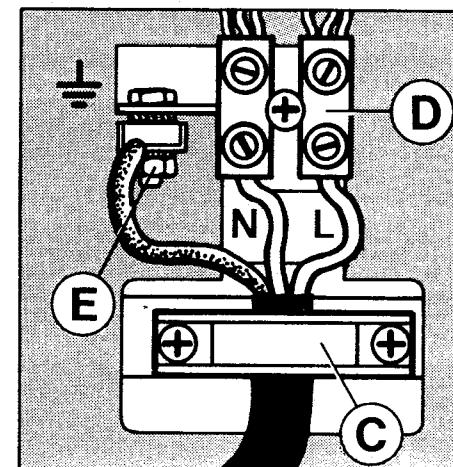

Fig. 6
3. Remove the two screw of cable clamp «C» (fig. 6).
4. Slacken the two screws of terminal strip «D» and the nut of earth pin «E» (fig. 6).
7. Lock the cable with cable clamp «C» (fig. 6) checking that the clamp correctly grips the sheath.
3. Oter les deux vis de l'élément qui bloque le câble «C» (fig. 6).
4. Desserrez les deux vis de la plaque à bornes «D» et l'écrou de la tige de terre «E» (fig. 6).
7. Bloquer le câble à l'aide de la borne «C» (fig. 6) en faisant attention à ce qu'elle serre bien la gaine.
3. Die beiden Schrauben der Kabelbefestigung «C» (Abb. 6) herausdrehen.
4. Die beiden Schrauben des Klammbretts «D» lockern, wie auch die Mutter vom Schraubbolzen der Erdleitung «E» (Abb. 6).
7. Kabel mit Kabelbefestigungsklemme «C» (Abb. 6) arretieren und darauf achten, daß die Klemme den Kabelmantel gut einklemmt.
3. Sfilare le due viti del fissacavo «C» (fig. 6).
4. Allentare le due viti della morsettiera «D» e il dado della colonnina di terra «E» (fig. 6).
7. Bloccare il cavo con il morsetto fissacavo «C» (fig. 6) facendo attenzione che il morsetto stringa bene la guaina.